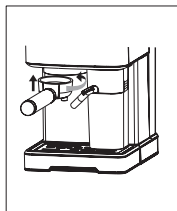
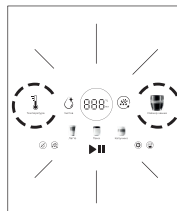

Рис. 3
Рис. 4
- Установите держатель фильтра (4) в место установок и поверните ручку (3) вправо до упора (рис. 3).
- На решётку (2) установите подходящую по высоте и объёму чашку, не менее 300 - 400 мл.
- Ручкой регулировки угла наклона трубки капучинатора направьте трубку капучинатора (17) в установленную чашку.
- Включите кофеварку, нажав любую кнопку на панели управления (5), при этом все индикаторы будут мигать (рис. 4), после предварительного нагрева, все индикаторы будут светиться постоянно, кофеварка готова к работе.
- Для промывки кофеварки включите режим приготовления кофе латте, нажав кнопку (29) «», нажмите кнопку (27) «», после этого в установленную чашку будет подаваться горячая вода из ёмкости (11), после этого включится режим варки кофе и горячая вода будет наливаться в чашку из держателя (4). Вы можете вылить из чашки воду и повторить процесс промывки кофеварки.
- Вылейте воду из чашки, возьмитесь за ёмкость (11), потяните её по направлению к себе